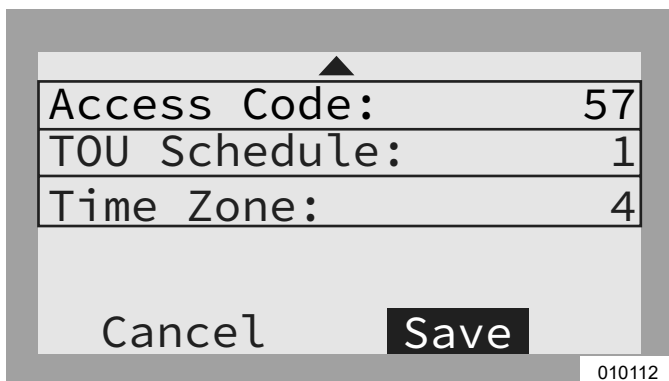

Figura 6-17. Configuración del programa TOU (4 de 4)
8. Consulte la **Figura 6-17**. Para confirmar los cambios en todas las entradas, resalte Save (Guardar) y presione el botón central.